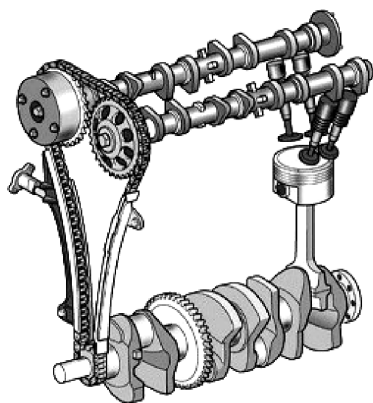

图 2-14 双顶置凸轮轴发动机
2) DOHC (Double Overhead Camshaft) 表示双顶置凸轮轴发动机，一般每缸有多个气门，普遍是 4 气门（即 2 个进气门和 2 个排气门），如图 2-14 所示。